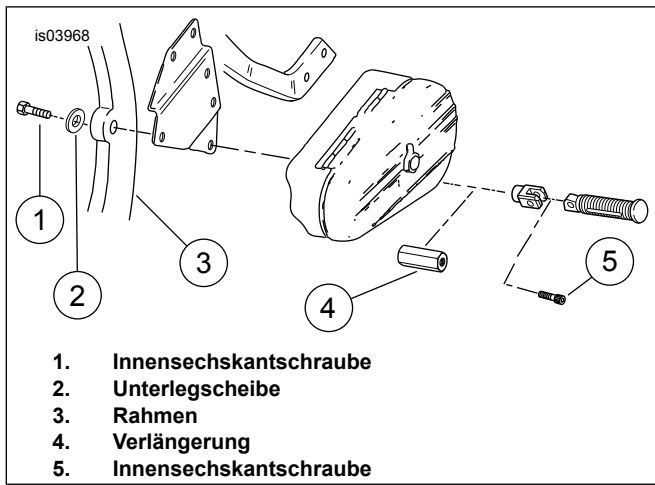

Abbildung 1. Sechskant-Distanzscheibensatz
- Siehe Abbildung 1. Von der Fahrzeuginnenseite aus, die 3/8-16 x 1-3/4-in-Schraube (1) und Unterlegscheibe (2) (3/8-16 x 2-1/4-in-Schraube benutzen, falls Dresser-Bügel eingebaut sind) durch die Öffnung im unteren Dresser-Bügelflansch (sofern vorhanden), Satteltaschen-Umbauhalterung (sofern vorhanden) und in den Fahrzeugrahmenträger (3) einbauen. Die Schraube auf ein Drehmoment von 47,8–61,0 N·m (35–45 ft-lb) anziehen.
- Die Soziusfußrasten-Verlängerung (4) am Schraubenende anbringen. Die Verlängerung auf ein Drehmoment von 47,8–61,0 N·m (35–45 ft-lb) anziehen.
- Die Soziusfußrastenhalterung mit einer 3/8-16 x 1-3/4-in-Innensechskantschraube (5) oder Original-Innensechskantschraube am Ende der Fußrastenverlängerung einbauen. Die Schraube auf ein Drehmoment von 47,8–61,0 N·m (35–45 ft-lb) anziehen.